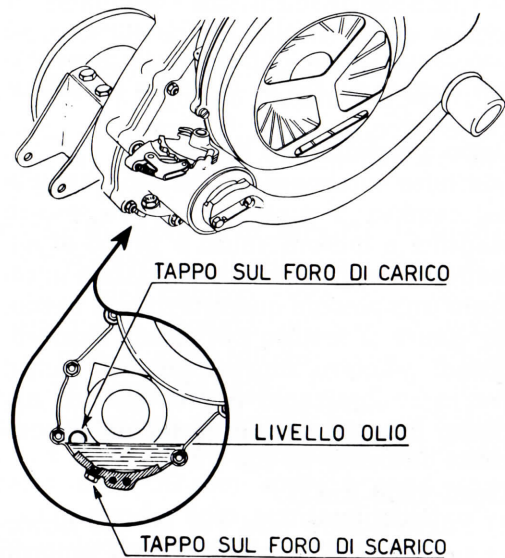

Fig. 12 - Livello olio nel carter
1) Verificare il livello dell'olio nella scatola del cambio svitando il tappo portante la dicitura «OLIO». Il livello dell'olio a moto diritta deve sfiorare il foro (vedi fig. 12).
Sostituire totalmente l'olio nella scatola del cambio. L'operazione deve essere eseguita a motore caldo e prima di immettere l'olio nuovo è consigliabile introdurre una piccola quantità di olio fresco, far girare il motore per alcuni secondi, quindi vuotare nuovamente il carter. Per lo svuotamento è previsto un apposito foro situato sul carter nella posizione indicata in fig. 12.
Dischi bombati in acciaio male orientati	Ristabilire il livello, e controllare l'avvitamento del tappo nel foro di scarico (ved. fig. 12)